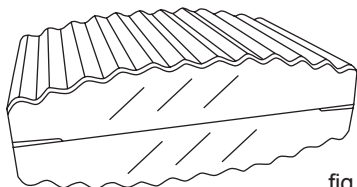

fig. 11
3. Trekk ut smeltevannsavløpsforlengeren nederst i skapet og sett en skål under (fig. 11). Er den frosset fast, kan du legge en klut som er vridd opp i varmt vann, på den i et par minutter.